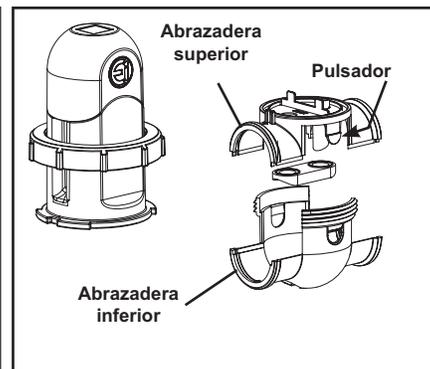

Figura 6. Desamblaje de celda
5. Desenroscar el anillo de seguridad de la celda con el fin de extraerlo de la abrazadera superior (vea la Figura 6).
6. Presione las dos (2) botones en cada lado para separar la parte superior de la abrazadera superior de la parte inferior de la abrazadera (véase la Figura 6).